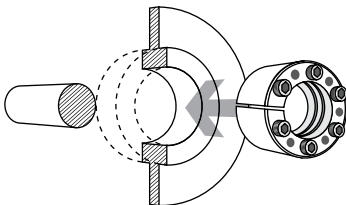

Figura 10.
1. Introduzca el Bufin serie D dentro del hueco de la pieza sin ajustar (Figura 10).